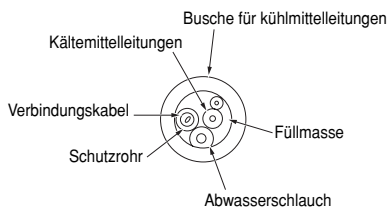

Abb. 7-1
- Der Wanddurchbruch ist mit den mitgelieferten Blending für kältemittelleitungen und Füllmasse sauber zu schließen. Siehe Abb. 7-1.